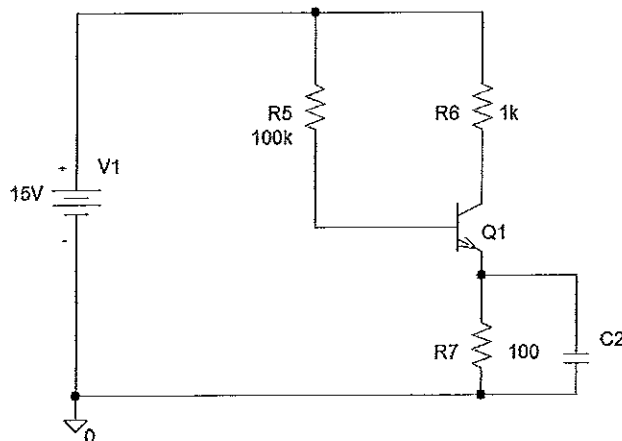

Figure 3
Soit le montage statique de la figure 3 où le transistor Q_1 est un transistor bipolaire avec un gain en courant statique $\beta_{Q1}=200$ et une tension de seuil de la jonction Base-Emetteur $V_{BEs}=0,6V$. De plus, $R5=100k\Omega$, $R6=1k\Omega$ et $R7=100\Omega$.
- 2.2.3.2 Compléter la figure 3 pour faire apparaître la source dynamique v_{ac} correctement appliquée (on ne cherchera pas à calculer la valeur des éventuels éléments ajoutés). Refaire le schéma complet sur votre copie de composition. (2 points)